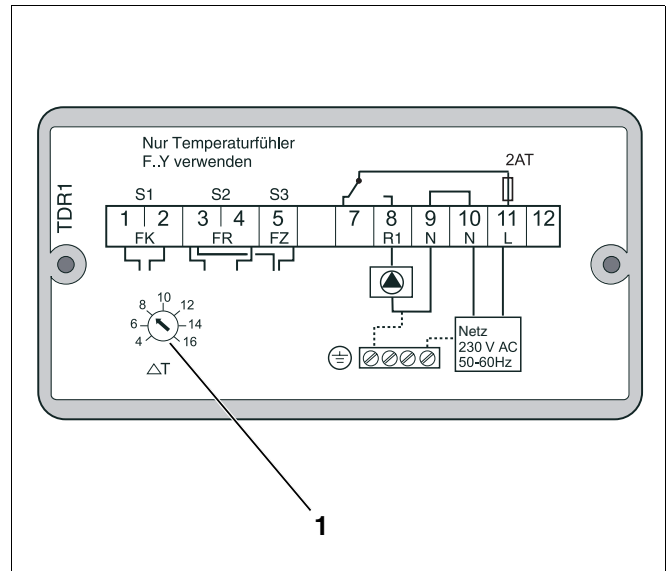

Abb. 18 Temperatur-Differenz-Regler TDR 1 – Rückseite
- Gewünschte Temperaturdifferenz  $\Delta T$  am Potentiometer (Abb. 18, **Pos. 1**) einstellen. (Werkseitige Einstellung:  $\Delta T = 8\text{K}$ )